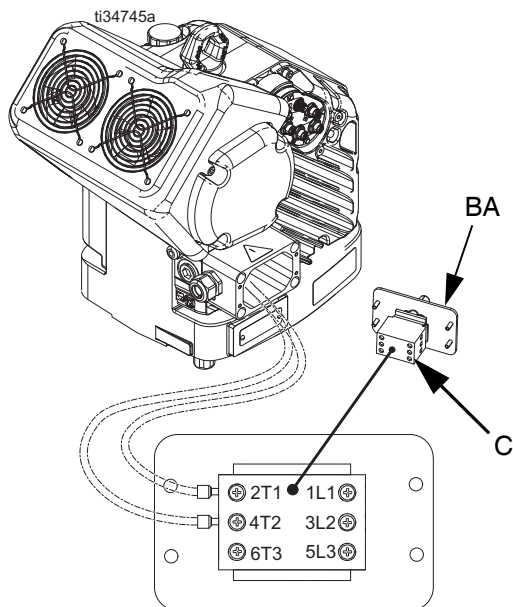

FIG. 7: Conexiones de terminales
NOTA: Dentro de la caja de conexiones, los cables de alimentación están preinstalados en los terminales 2T1 y 4T2 en el bloque de desconexión. Consulte la FIG. 7 para ver la ubicación de los terminales.
5. Consulte la FIG. 7 y conecte los hilos del cable de alimentación a los terminales 1L1 y 2L2.